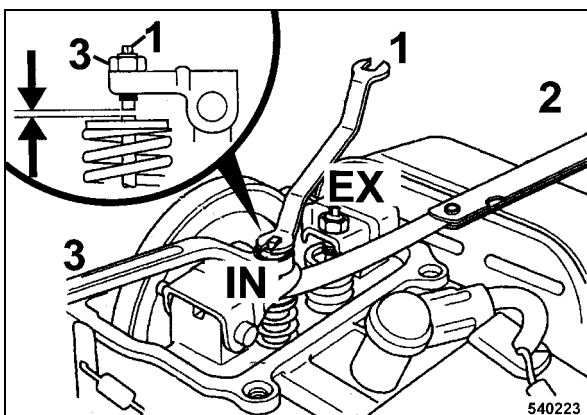

рис. 45
- Измерить зазор в клапанах щупом для измерения зазоров (2) (рис. 45) между болтом регулировки зазора в клапанах и клапаном.
- Удерживать для регулировки клапана болт для регулировки зазора (1) и ослабить стопорный винт (3).